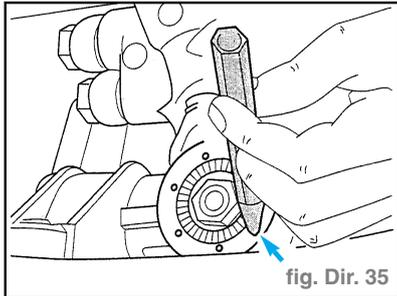

fig. Dir. 35
- Bloquer au pointeau la vis de réglage contre la torsion dans le carter du mécanisme de direction (fig. Dir. 35).